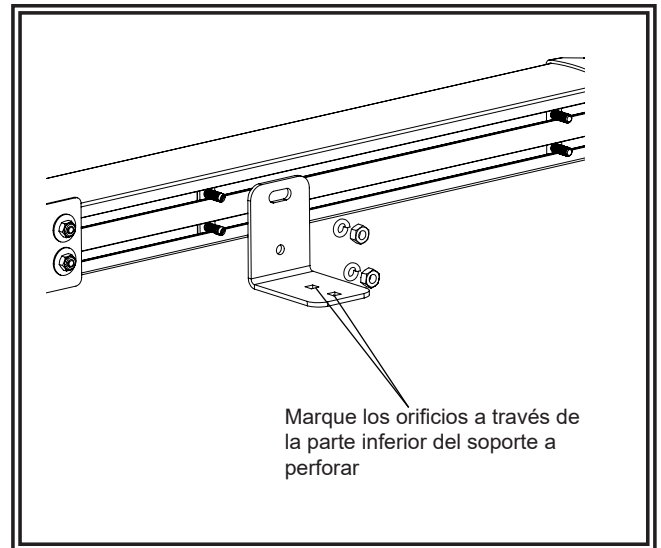

Figura 2
1. Sujete sin apretar los soportes a los montantes en la extrusión Safety Director. Ver figura 2.
3. Coloque al director de seguridad en la ubicación deseada. Marque los orificios de montaje utilizando soportes como plantilla. Consulte la Figura 2. Marque el orificio para el paso del cable, si es necesario.